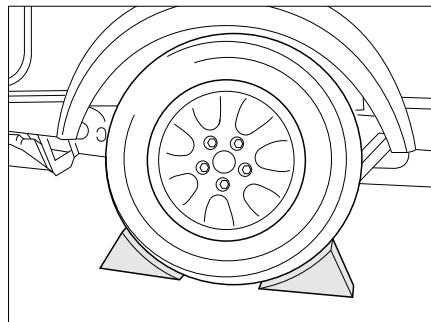

Bild 187 Fahrzeug sichern
- Bremsklötze oder ähnliche geeignete Gegenstände am gegenüberliegenden Rad unterlegen, um das Fahrzeug zu sichern (Bild 187).